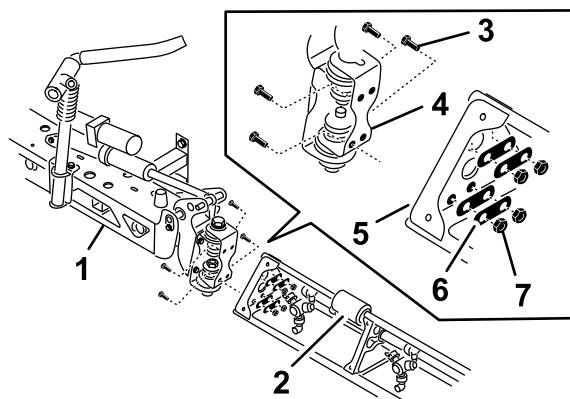

Figura 40
- Rotii fiecare suport pivot la capătul seciunii centrale a braului, astfel încât suporturile să se alinieze vertical (**Figura 40**).
4. Asamblați placa cu balamale pe placa triunghiulară folosind 4 uruburi cu guler, 4 plăci de bază și 4 piulie cu guler (Figura 40), pe care le-ai demontat la pasul 1.
6. Aliniați capătul tijei cilindrului de ridicare a braului cu orificiile din cornul suportului pivot (Figura 40).
7. Fixați capătul tijei pe suportul pivotant cu un tift cu cap și gaură pentru cui spintecat și cu un tift în formă de agrafă (Figura 40).